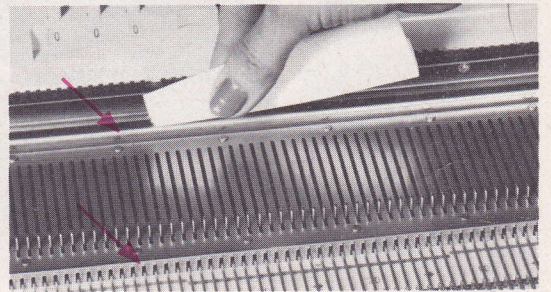

Fig. 208
- sur la fonture, les talons des aiguilles, les rampes de glissement (fig. 208),